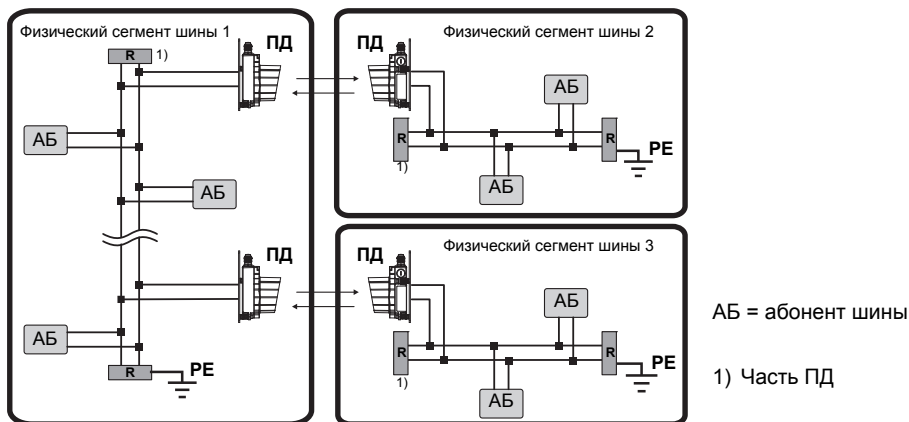

Рис. 9.6: Кабельные соединения шины DeviceNet/CANopen
- В каждом физическом сегменте шины необходимо установить заглушки шины на концах шинных кабелей между CAN_L и CAN_H (см. рис. 9.6 **R**).
- Опорный потенциал CAN_GND может быть соединен с землей (PE) только в одном месте физического сегмента шины (см. рис. 9.6).